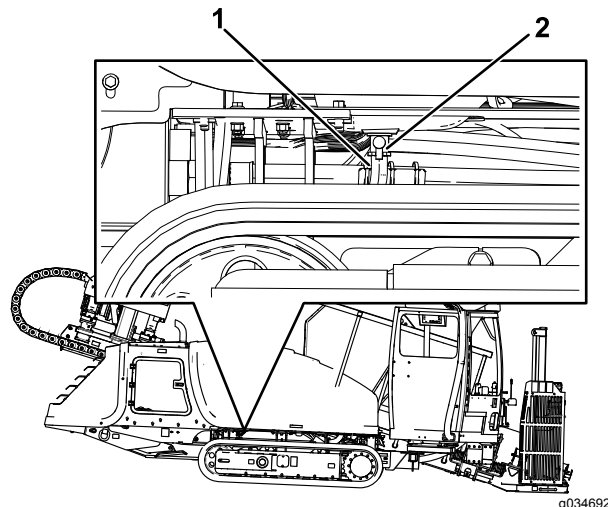

**Bild 94**
2. Stellen Sie sicher, dass der Ablassschlauch (Bild 94) vorsichtig nach oben gezogen wird, und dass das Schlauchende in der Auffangwanne ist.
3. Öffnen Sie das Ablassventil (Bild 94).
5. Schließen Sie das Ablassventil, wenn das Öl abgelassen ist (Bild 94).
6. Bringen Sie den Ablassschlauch wieder in die Originalstellung (Bild 94).